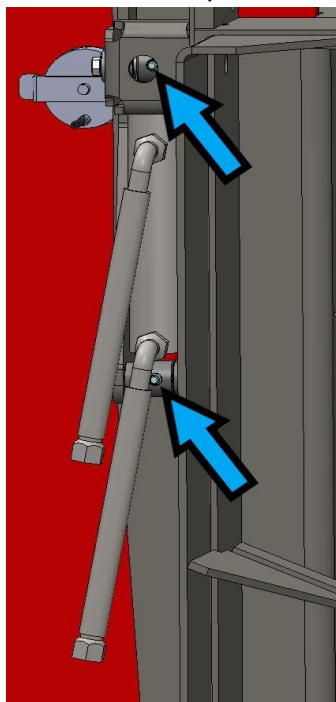

Bild 43.
3. Multiplikatorbrettets vänstra niplar (2st. på bild 43)